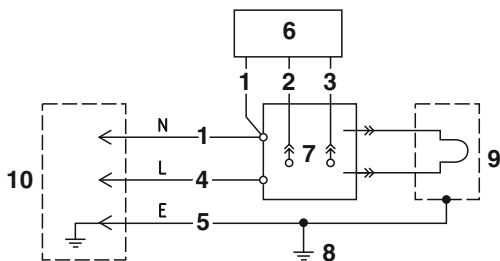

Рис. 2/ Fig. 2/ Рис. 2/ 2 сур./ Joonis 2/ Att. 2/ Pieš. 2
**Описание Рис. 2/ Description Fig. 2/ Опис Рис. 2/ 2 сур. сипаттамасы/ Kirjeldus joonis 2/ Apraksts Attēls 2/ Aprašymas Pieš 2**